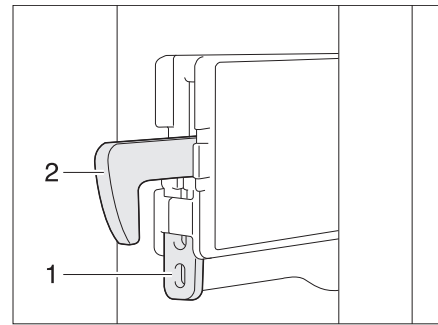

Bild 249 Fixierung Verriegelungshaken
**Verriegelungshaken fixieren:** ■ Die Fixierung (Bild 249,1) nach oben drücken. Der Verriegelungshaken (Bild 249,2) wird nach oben gedrückt und ist außer Funktion.
**Verriegelungshaken lösen:** ■ Den Verriegelungshaken (Bild 249,2) nach unten drücken. Der Verriegelungshaken ist wieder in Funktion.